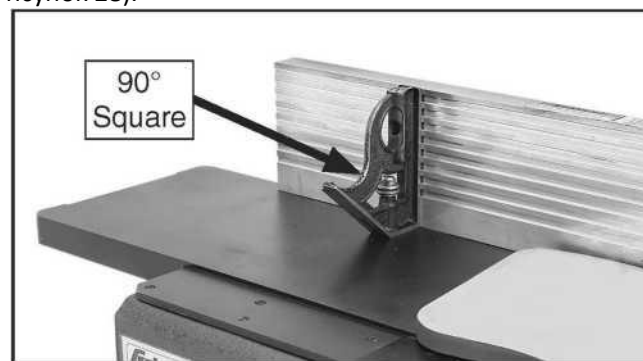

Рисунок 27. Проверка упора на 90°.
3. С помощью угольника 90° отрегулируйте параллельный упор на 90° (см. Рис. 27), затем затяните ручку регулировки наклона параллельного упора.